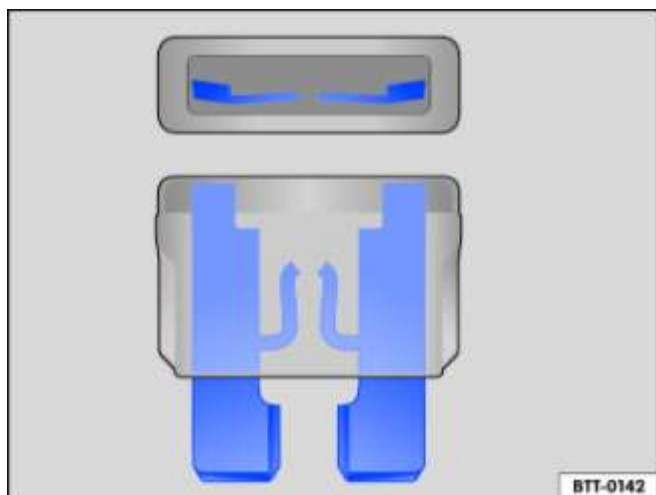

Fig. 173 Fusible grillé
- Un *fusible enfichable plat* grillé est reconnaissable à la bande de métal fondu visible par le haut et le côté du boîtier transparent ➔ *Fig. 173*